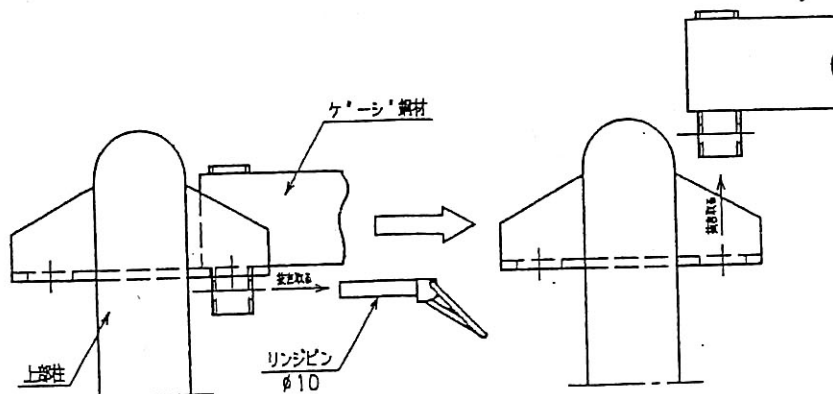

図7
- ② 図7の様にゲージ鋼材の両側を固定しているリンジピンを外します。
- ③ リンジピンを抜いた後にゲージ鋼材をゆっくりと上部柱から外します。この時、ゲージ鋼材を外す前に周囲の安全を十分に確認して下さい。ゲージ鋼材を外すとロープにゲージ鋼材の重さがかかるのでロープの支え係は収納する際、高所作業員と声を掛け合い収納部に収まるまで絶対にロープから手を放さないで下さい。